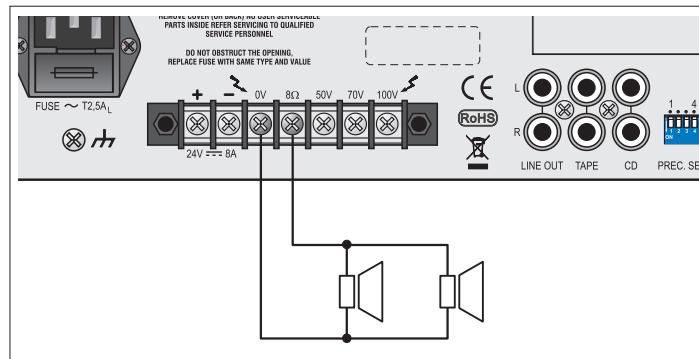
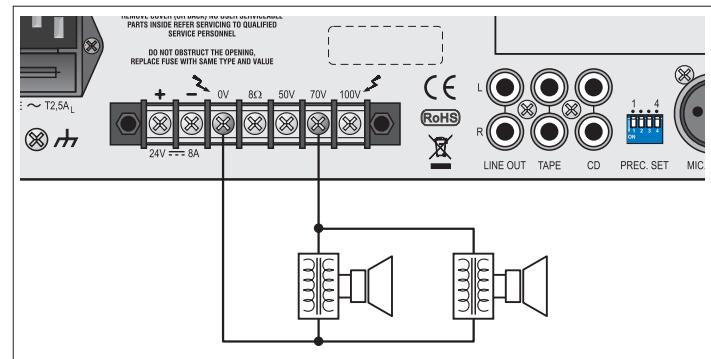

Fig. 3.10.1
Fig. 3.10.2
Le uscite di potenza per i diffusori sono disponibili sulla morsettiera (12). È possibile realizzare un impianto di diffusione sonora utilizzando sia diffusori a bassa impedenza (fig. 3.10.1), sia diffusori dotati di traslatore di linea (fig. 3.10.2).
The power outputs for the loudspeakers are available on the terminal strip (12). It is possible to set up a sound-broadcasting system using either low-impedance loudspeakers (fig. 3.10.1) or loudspeakers equipped with a line transformer (fig. 3.10.2).